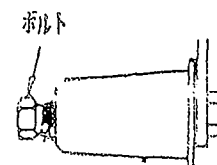

図2
- (2) シートの戻りが多すぎると、畦に被覆したビニールシートに、タルミやシワが発生しますので、シートの取付け部（図2）のボルトのネジ込みを加減して、シートの巻き戻し、ブレーキの具合を左右均一に調節して下さい。
- (3) ビニールシートがはずれる場合